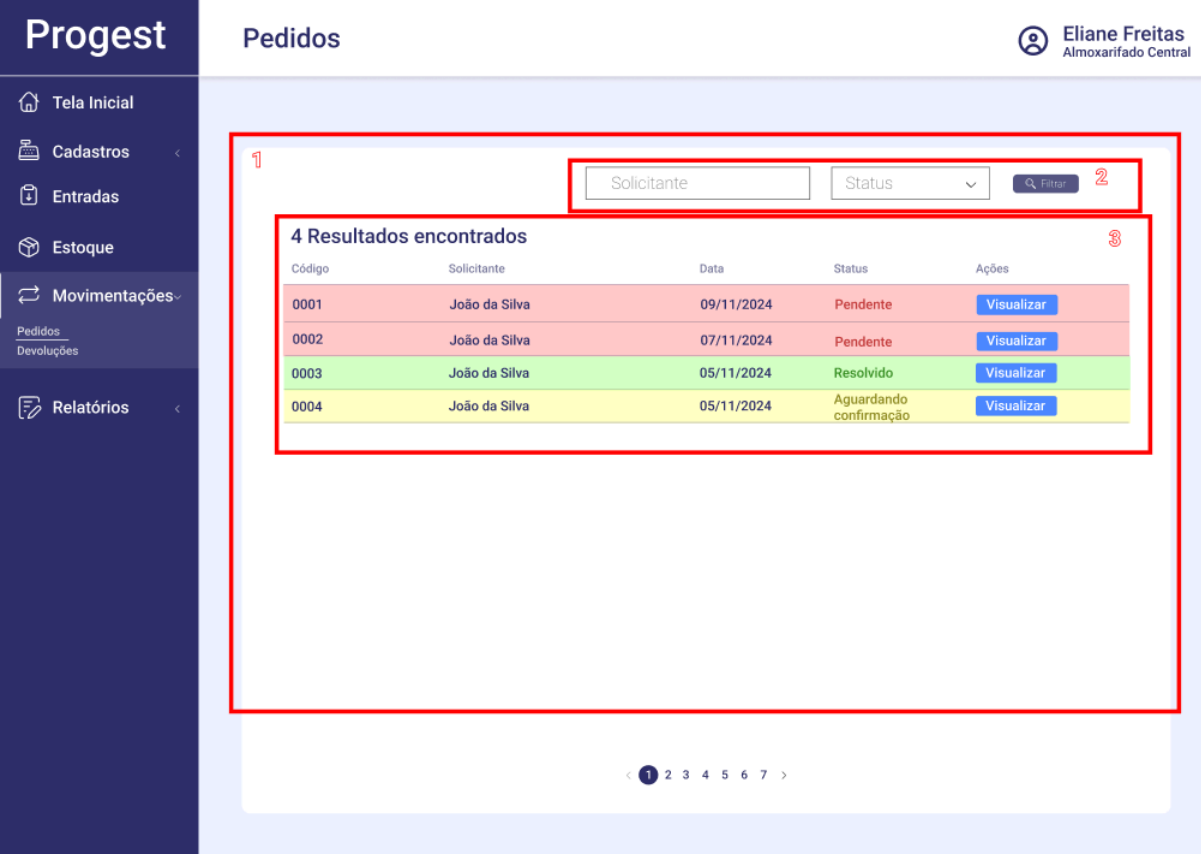

Figura 20: Tela de pedidos
A tela de Pedidos (Figura 20) é o painel central para o Almojarife gerenciar as solicitações de materiais. A lista de pedidos é codificada por cores de acordo com o status para facilitar a identificação rápida (ex: Pendente, Resolvido, Aguardando confirmação).
- **Passo 2: Status "Aguardando Confirmação"** Após o Almojarife liberar os itens no sistema, o status do pedido na tela principal (Figura 20) muda para "**Aguardando confirmação**". Neste momento, um **código de liberação** é gerado e fica visível para o solicitante.